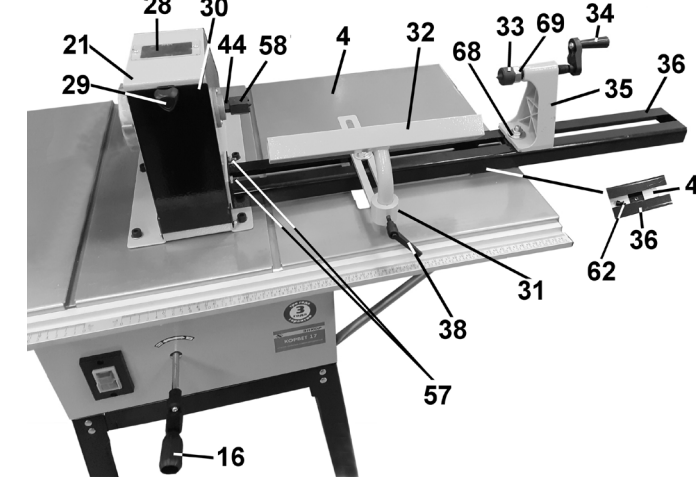

Рис. 9
10.5. С винтов (57) демонтируйте защитные трубочки. Как показано на Рис.9, установите на рабочем столе (4) и резьбовыми соединениями (57 и 62) закрепите направляющую (36).